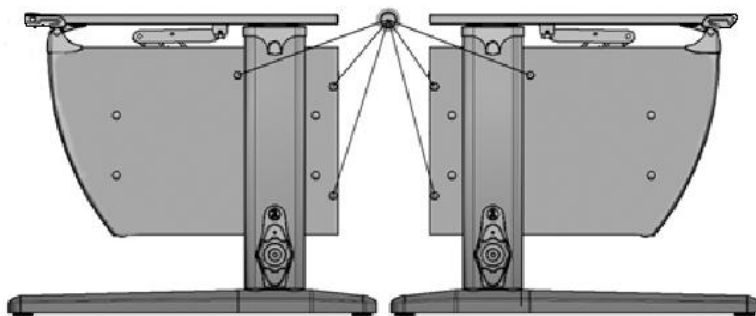

Рис. 29
4.7.1. Установить заглушки конфирмата (поз. 4, пакет № 29 М; поз.3, пакет №31) согласно рис. 29; 30.